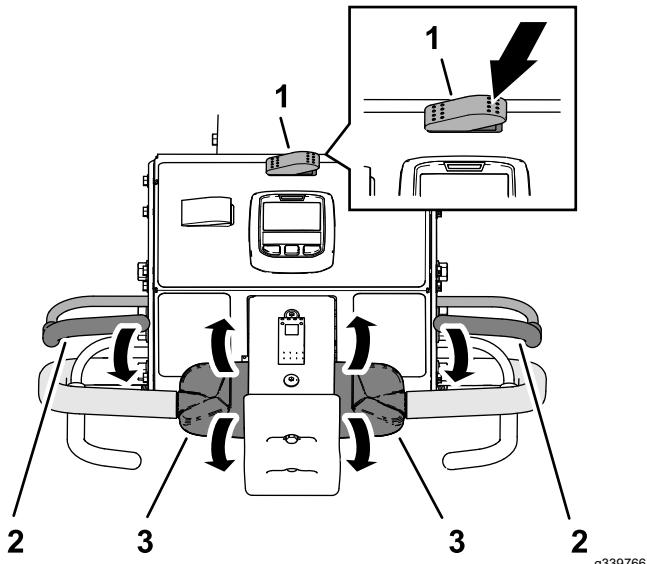

Figura 87
- Pulse el lado derecho del interruptor de transporte/aireación hasta la posición de AIREACIÓN (Figura 87).
- Agarre el manillar izquierdo o derecho y la barra de presencia del operador (Figura 87) y apriete la barra hacia el manillar.